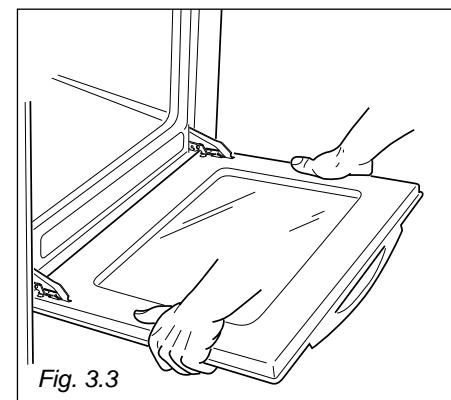
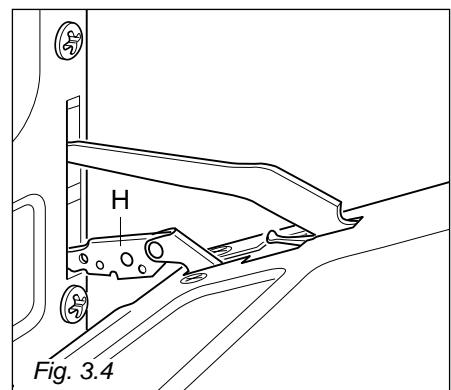

Fig. 3.3
Fig. 3.4
- Coja la puerta (como se indica en la fig. 3.3 y mientras la cierra suelte las dos bisagras como se indica en la fig. 3.4.
- Coja la puerta con ambas manos cerca de las bisagras y levante las palancas "H" con los índices (fig. 3.4).